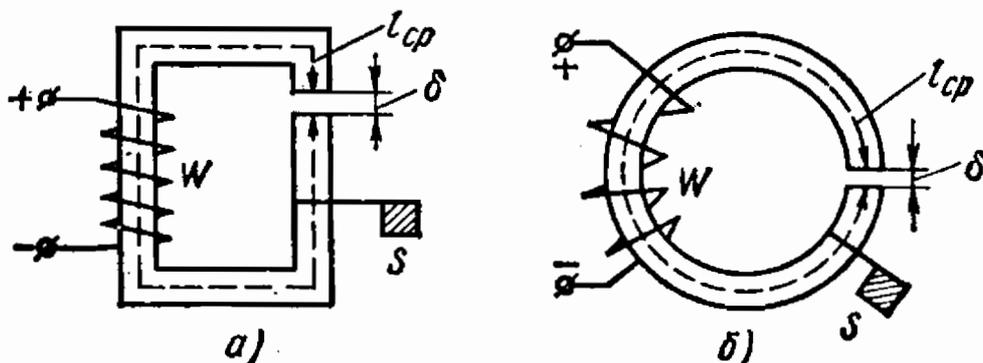

Рис. 9.11
9.11*. Определить ток в обмотке катушки с незамкнутым магнитопроводом (рис. 9.11, а, б), если заданы средняя длина $l_{ср}$ и поперечное сечение сердечника S , длина воздушного зазора δ , число витков обмотки ω и величина магнитного потока в зазоре Φ_0 (табл. 9.2). При расчете полем рассеяния пренебречь, магнитное
| Вариант | $l_{ср}$ | S | δ | ω | Φ_0 | Материал | Рис. 9.11 |